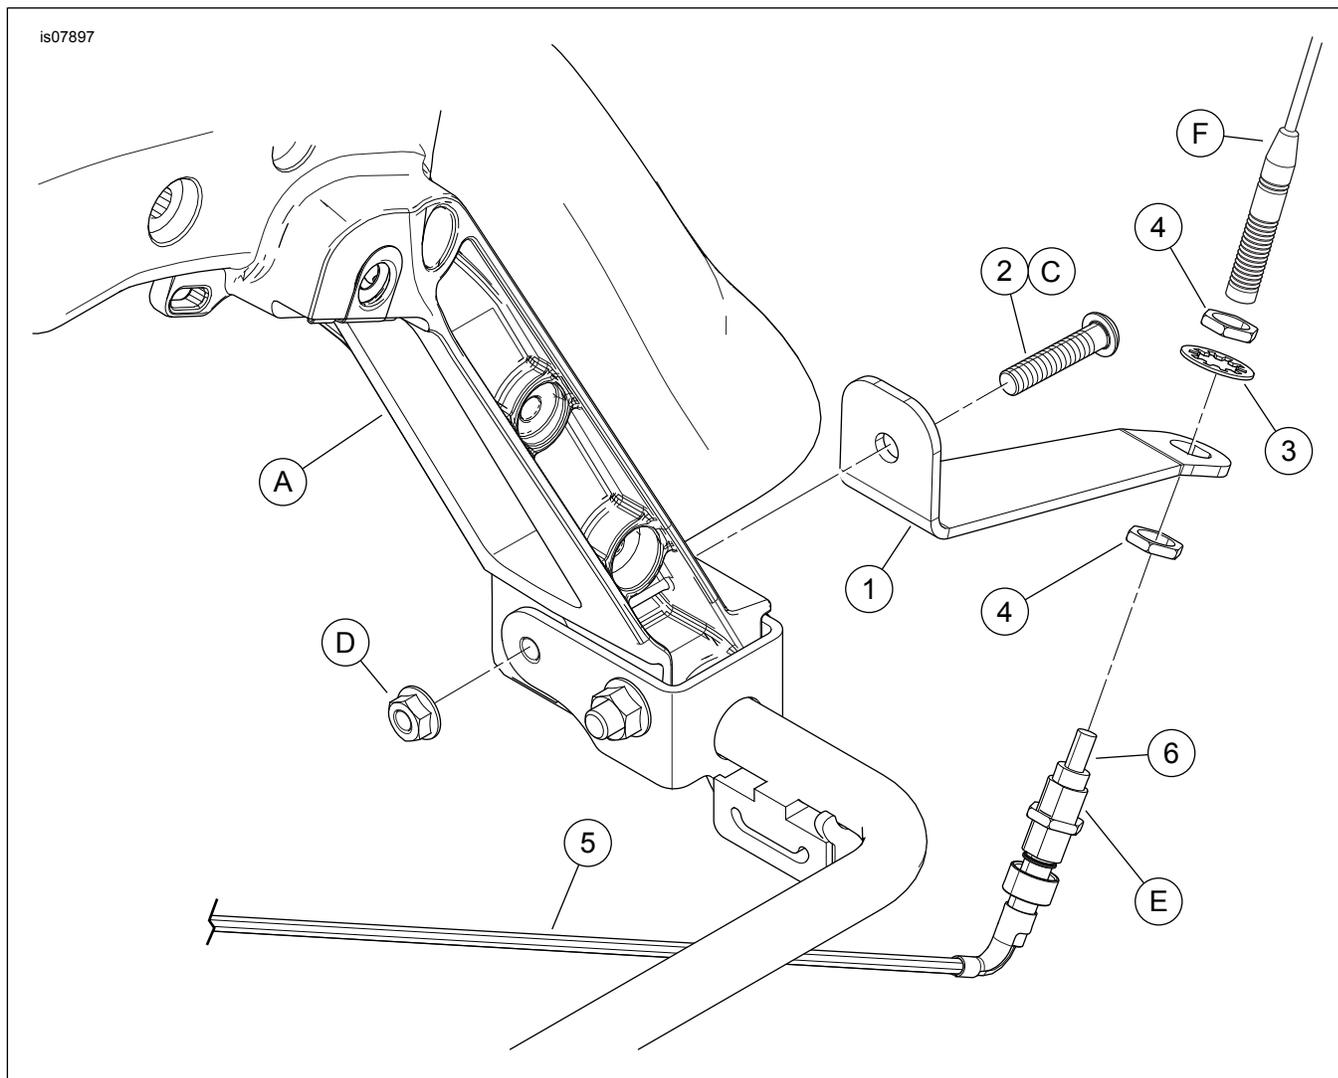

Figura 1. Piezas de servicio, kit de reubicación de la antena
Vea Figura 1 y Tabla 1.
3. **TODOS los modelos:** Vea Figura 1. Extraiga el tornillo con cabeza TORX del lado interior (C) y la tuerca (D) que sujetan la barra de soporte inferior de la alforja (B) a la pieza de soporte del soporte del guardabarros trasero (A). Deseche el tornillo.
4. Obtenga la pieza de soporte de montaje de la antena (1) y el tornillo con cabeza de botón (2) **nuevos** del kit.
5. Coloque la pieza de soporte de la antena, como se muestra en el lado de atrás de la barra de soporte inferior de la alforja (B).
6. Desde la parte trasera, inserte la rosca del tornillo (2) a través de la pieza de soporte de la antena, la barra de soporte de la alforja y la pieza de soporte del soporte del guardabarros trasero.
8. Obtenga la base del mástil de antena (conjunto de la articulación, artículo 6), la arandela de seguridad con dientes internos (3) y dos tuercas hexagonales delgadas (4) del kit.
9. Instale la base del mástil de antena en el extremo de 90 grados del conjunto del cable de la antena (5). Instale una tuerca en la rosca más grande (E) de la base del mástil de antena.
11. Coloque la arandela de seguridad en la rosca más grande (E).
12. Instale la segunda tuerca hexagonal (4) en la rosca de la base del mástil de antena. Coloque una llave en la tuerca superior. Apriete la tuerca inferior a 8 N·m (6 ft-lbs).